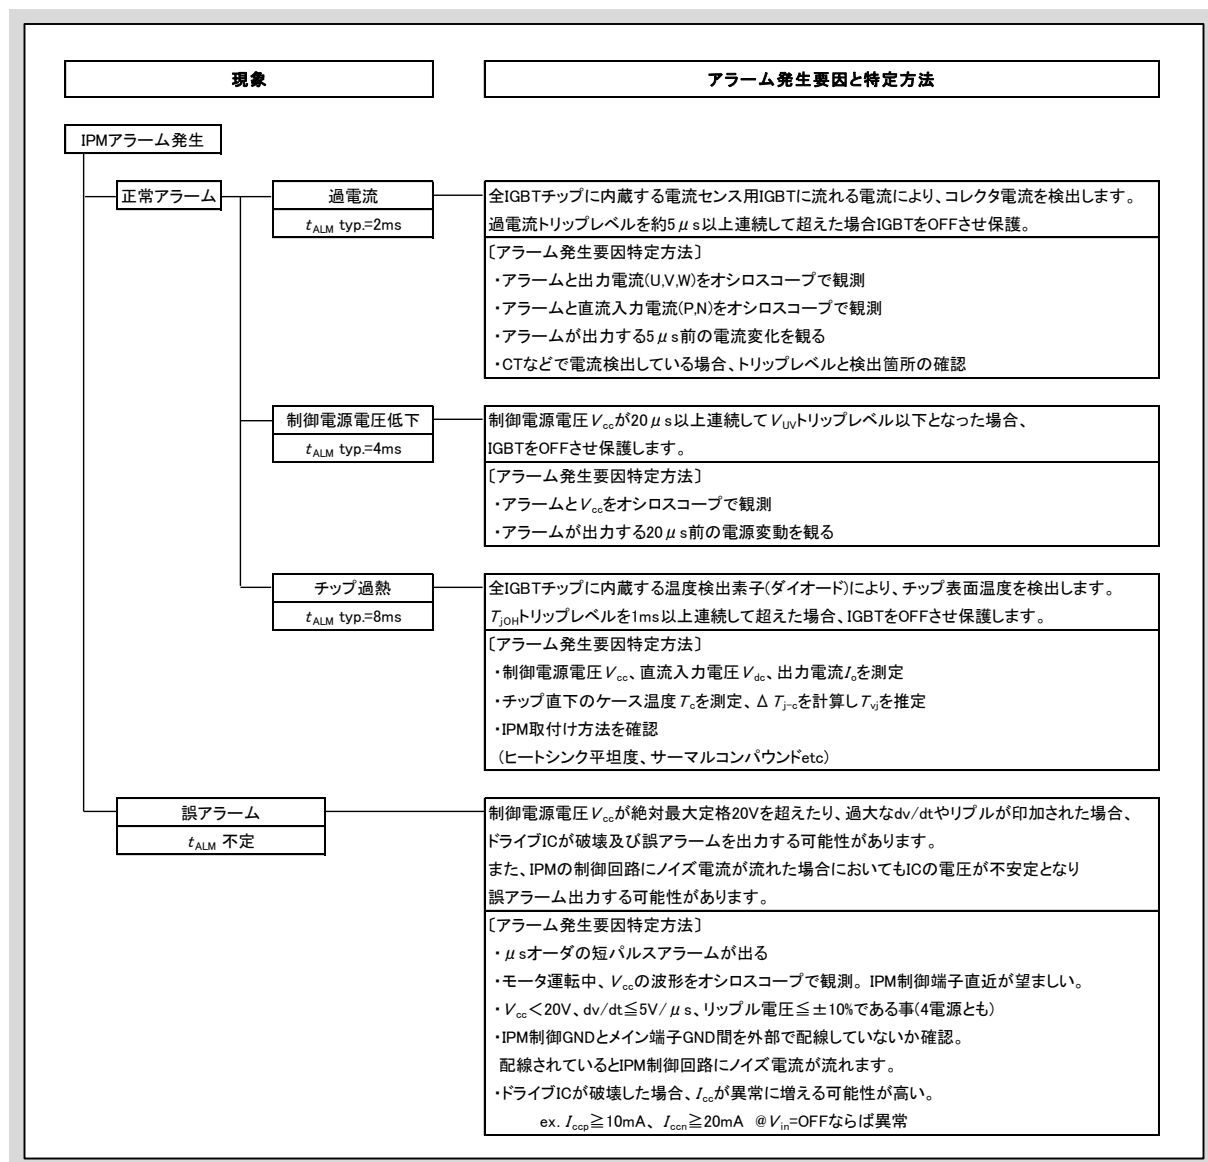

図7-2 アラーム要因解析図
2. 故障要因解析図	7-2
もし、IPM からのアラームである場合は、図7-2のアラーム要因解析図に従って、要因の特定をお願いします。